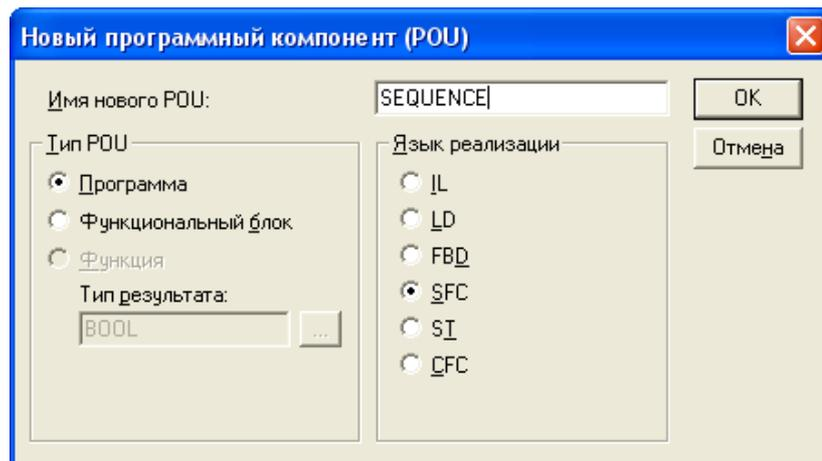

Рисунок 3 – Вікно діалогу створення POU SEQUENCE
1) POU **Програма** на мові *Sequential Function Chart* (SFC) з ім'ям **SEQUENCE** (рисунок 3).